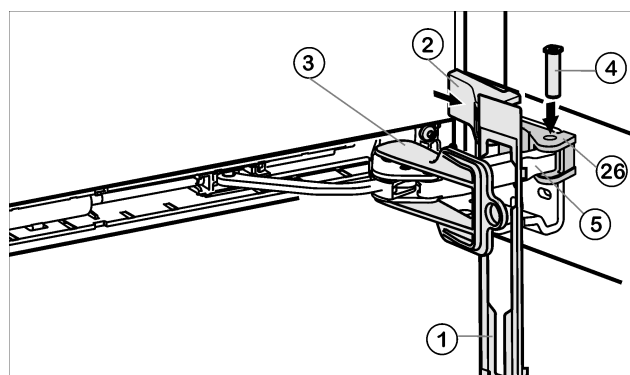

Fig. 13
- ▶ Heng panelet *Fig. 13 (1)* inn på dempebøylen slik at låsehaken peker forover og mot enhetens fremside.
- ▶ Trekk dempebøylen *Fig. 13 (5)* mot lagerdelen *Fig. 13 (26)* og sett bolten *Fig. 13 (4)* på igjen ovenfra, slik at firkanten sitter i fordypningen.
- ▶ Sett dekselet *Fig. 13 (2)* på og la det gå i inngrep.
- ▶ Ta av sikringen *Fig. 13 (3)* ved å skru den.
- ▶ Klikk panelet *Fig. 13 (1)* inn på døren.